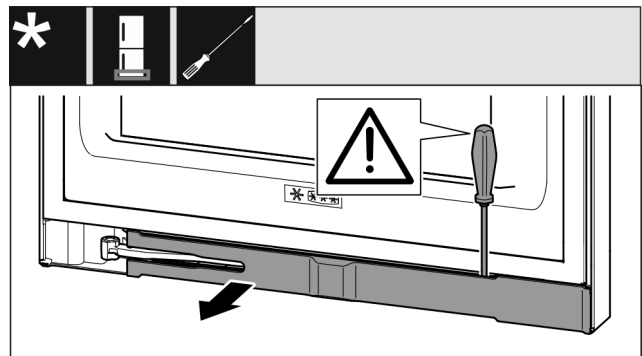

Fig. 17
- ▶ 使用带槽螺丝刀松开隔板并把它转到一边。(参见 Fig. 17)